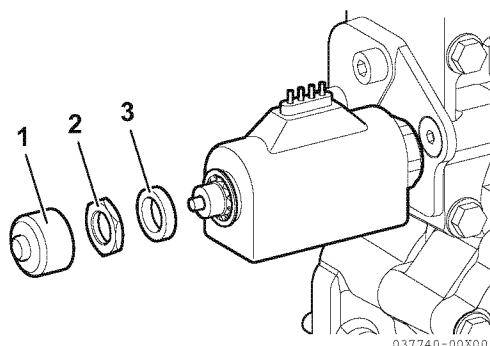

Figura 11
1. Con el motor apagado, quite la tapa (1, **Figura 11**), tuerca (2, **Figura 11**) y el collarín (3, **Figura 11**).